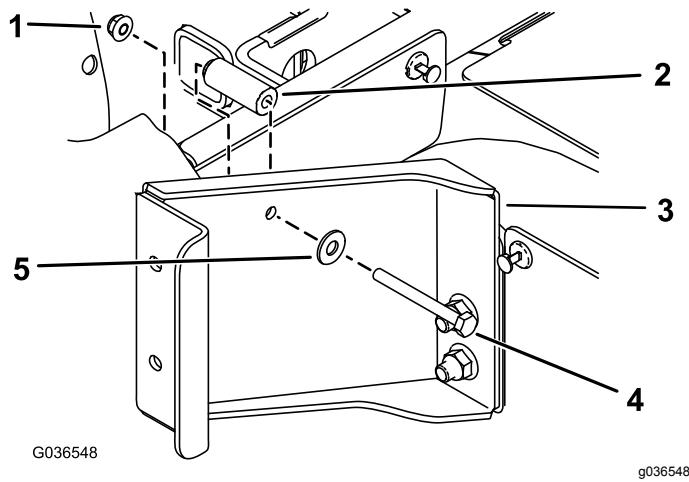

Bild 2
C. Befestigen Sie die Halterung mit einer Sechskantschraube (1/4" x 2 1/2"), einer Flachscheibe (5/16"), einem Distanzstück (9/32" x 5/8") und einer Bundmutter (1/4") hinter dem hinteren Sitzunterteil, wie in **Bild 2** abgebildet.